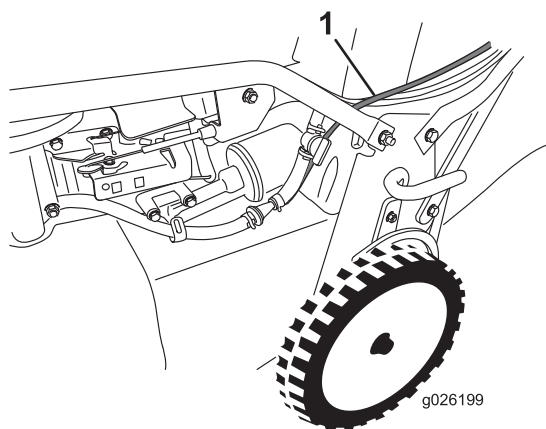

Figure 4
9. Acheminez le câble vers le haut, le long du côté gauche du guidon, comme montré à la Figure 4.